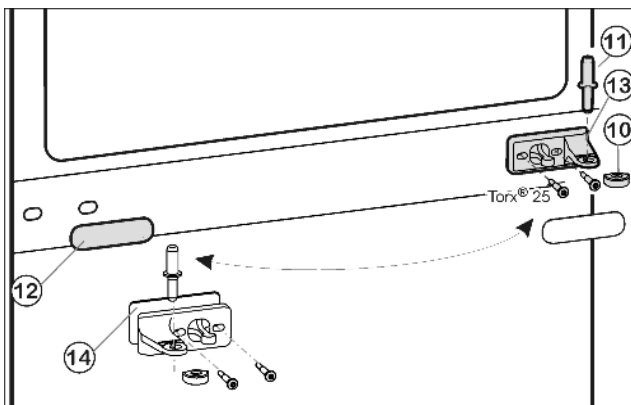
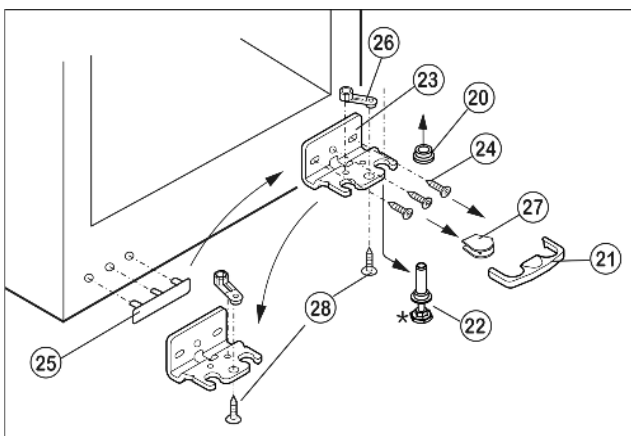

Fig. 5
Fig. 6
- ▶ Middelste lagerbout Fig. 5 (11) uit de lagerbus en de onderste deur uittrekken.
- ▶ Kunststof kap Fig. 5 (10) afnemen.
- ▶ Middelste lagerbus Fig. 5 (13) demonteren.
- ▶ Afdekplaat Fig. 5 (12) voorzichtig afhalen.
- ▶ Lagerbus midden Fig. 5 (13) 180° gedraaid aan de nieuwe scharnierzijde **goed (met 4 Nm)** vastschroeven.
- ▶ Afdekking Fig. 5 (12) met 180° gedraaid aan de andere kant van de handgreep weer inklikken.
- ▶ Beveiliging Fig. 6 (21) naar voren toe wegnemen.
- ▶ Afdekking Fig. 6 (27) verwijderen.\*
- ▶ Stelpoten Fig. 6 (22) helemaal indraaien.
- ▶ Lagerbout Fig. 6 (22) naar beneden en naar voren uittrekken. Let hierbij op de scharnierbus Fig. 6 (20).
- ▶ Lagerbus Fig. 6 (23) afschroeven (3 x Torx 25) Fig. 6 (24).
- ▶ Lagerdeel Fig. 6 (26) afschroeven (1 x Torx 25) Fig. 6 (28) en in de tegenoverliggende opening van de lagerbus omzetten, opnieuw vastschroeven.
- ▶ Afdekking Fig. 6 (25) aan de kant van de handgreep voorzichtig optillen en omplaatsen.
- ▶ Lagerbus Fig. 6 (23) aan de nieuwe scharnierzijde evt. met behulp van een accuschroevendraaier weer **goed (met 4 Nm)** vastschroeven.
- ▶ Afdekking Fig. 6 (27) aan de tegenoverliggende kant plaatsen.\*
- ▶ De beveiliging (21) moet aan de zijkant van de lagerbus inklikken, zodat de lagerbus en dus ook de deur is geborgd.
- ▶ Beveiliging (21) op lagerbus weer inklikken.
- ▶ Scharnierbus Fig. 6 (20) opzetten.
- ▶ Plaats de onderste deur van boven op de onderste lagerbout Fig. 6 (22).
- ▶ De plastic kap Fig. 5 (10) weer op het midden van de lagerbus Fig. 5 (13) plaatsen.
- ▶ Middelste lagerbouten Fig. 5 (11) op de nieuwe scharnierzijde in de onderste deur plaatsen door de middelste lagerbus Fig. 5 (13).
- ▶ Bovenste deur op de middelste lagerbout Fig. 5 (11) zetten.
- ▶ De deuren eventueel via de beide langsgaten in de lagerbus onder Fig. 6 (23) en lagerbus midden Fig. 5 (13) ten opzichte van de kast uitlijnen. Daartoe middelste schroef in de lagerbus onder Fig. 6 (23) uitdraaien.